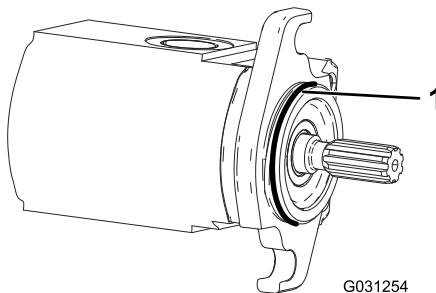

Рисунок 5
5. Заправляйте консистентной смазкой масленку боковой пластины до тех пор, пока излишки консистентной смазки не выйдут из выпускного отверстия (Рисунок 5).